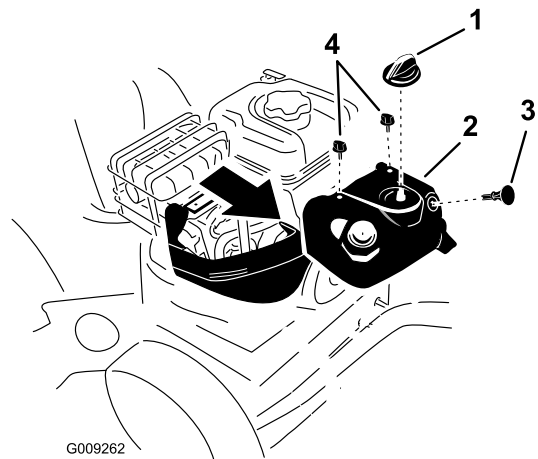

Figure 33
Remarque: Vous devez déposer le capot anti-neige pour accéder à la bougie d'allumage (Figure 33).
- Vis (2)
- Enlevez la commande de starter et la clé de contact (Figure 33).
- Enlevez les 2 vis qui fixent le capot anti-neige à la machine (Figure 33).